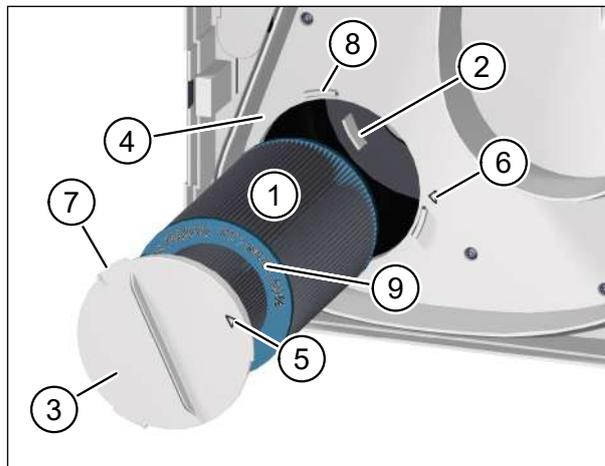

Fig. 23: Inserimento del nuovo filtro dell'aria esterna
- ▶ Inserire attentamente il nuovo filtro dell'aria esterna (pos. 1 nella Fig. 23) nell'apparecchio di ventilazione.
- ▶ Accertarsi che il filtro dell'aria scorra nei 3 supporti di sostegno (pos. 2 nella Fig. 23) del retro dell'apparecchio di ventilazione.
- ▶ Posizionare il coperchio del filtro (pos. 3 nella Fig. 23) sul filtro dell'aria esterna. Accertarsi che il coperchio del filtro sia posizionato a livello sulla piastra intermedia (pos. 4 nella Fig. 23).
- ▶ Ruotare il coperchio del filtro in senso orario finché la freccia sul coperchio del filtro (pos. 5 nella Fig. 23) è allineata con quella della posizione d'arresto (pos. 6 in Fig. 23). Accertarsi che i 3 naselli (pos. 7 nella Fig. 23) sul coperchio del filtro scattino nei supporti (pos. 8 nella Fig. 23) sulla piastra intermedia.
- Come filtro dell'aria esterna si possono usare solo M-WRG-II FA, n° art. 750010, e M-WRG-II FK (filtro al carbone attivo), n° art. 750020. N° art. e classe del filtro dell'aria sono marcati sul disco finale turchese del filtro dell'aria (pos. 9 nella Fig. 23).